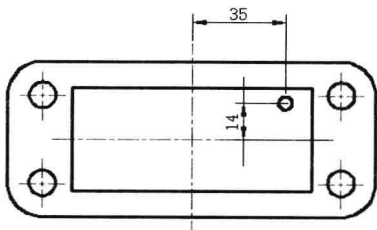

图 11-1-12
(13) 在“修改”面板中, 单击“移动”按钮, 单击点划线交点位置的圆, 按Enter键, 单击一点确定基点的位置, 输入移动距离源对象的相对直角坐标为“@35, 14”, 按Enter键, 移动位置如图11-1-12所示。